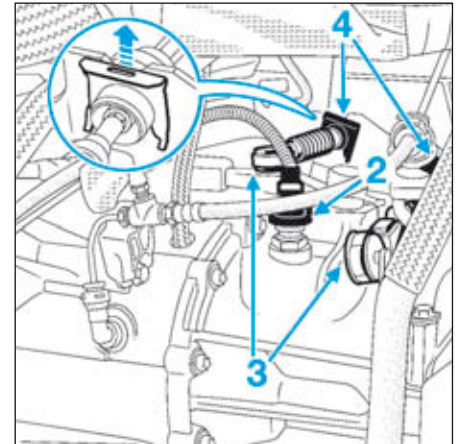

FIG.3
- Débrancher le contacteur de marche arrière (2) (Fig.3).
- Déboîter les rotules (3) des câbles de commande de boîte de vitesses.
- Extraire les câbles de commande de boîte de vitesses de leurs arrêts de gaine en tirant sur les agrafes (4).